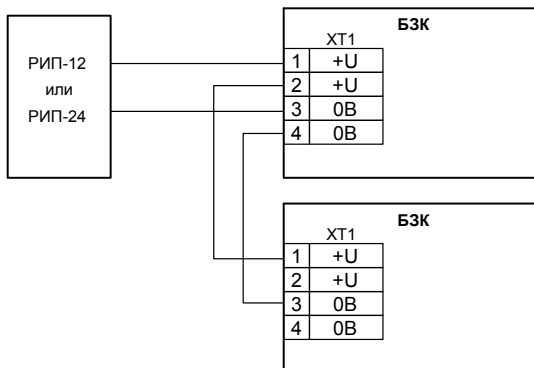

Рисунок 4
2.1.3 Для увеличения числа выходов (более 8-ми) в БЗК предусмотрены две входные колодки, одна из которых служит для параллельного подключения следующего БЗК (см. рисунок 4).